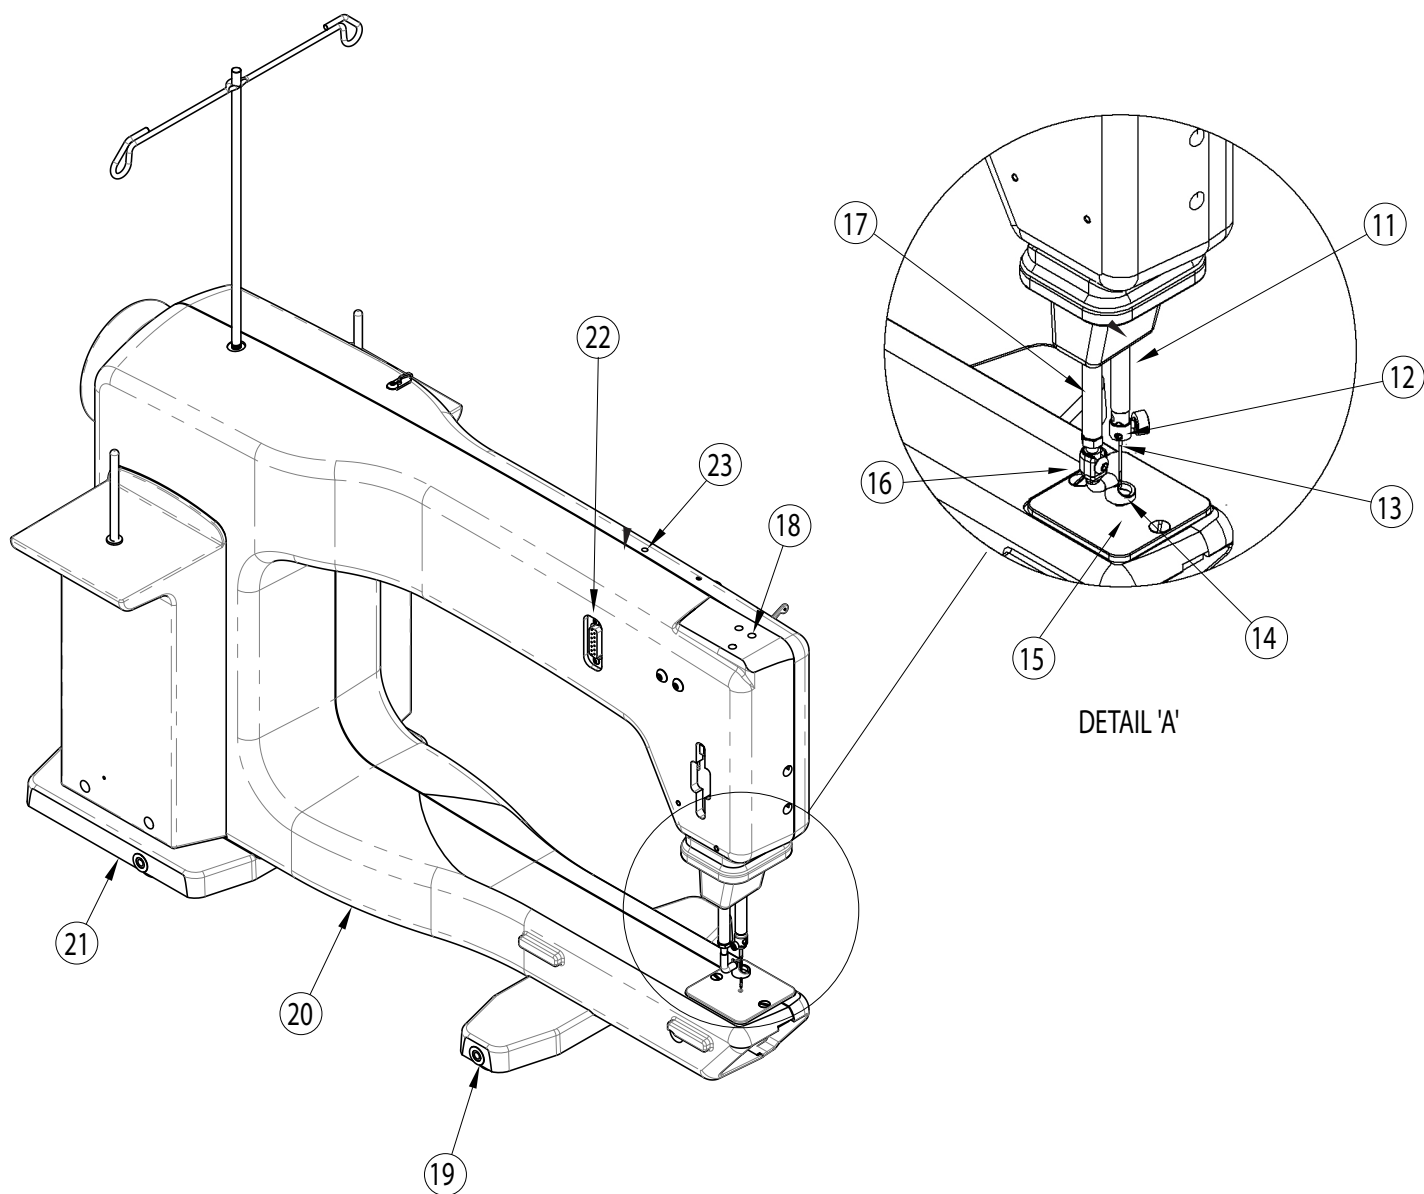

Abb. 2
2. Oben auf dem Maschinenkopf befinden sich drei Bohrungen (siehe Seite 6, Abb. 2, #17). Es werden nur die zwei verwendet, die in einer Linie zueinander stehen. Die seitlich von den zwei Bohrungen liegende ist zu ignorieren.
5. Das andere Ende des Kabels in die Anschlussbuchse, die sich seitlich an der Maschine befindet, einstecken (Seite 6, Abb. 2, #21).